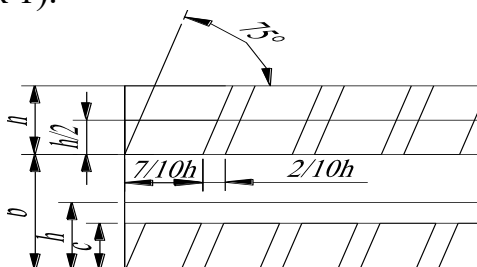

Рисунок 1 - Упрощенная сетка
2. Проводим все вспомогательные горизонтальные прямые линии, определяющие границы строчек шрифтов. Откладываем высоту шрифта (смотри рисунок 1).
3. На основаниях полученных строк откладываем отрезки, равные ширине букв, соответствующего шрифта, плюс отрезки равные расстоянию между буквами (смотри рисунок 1).
4. Проводим наклонные линии для сетки под углом 75° через концы полученных отрезков (смотри рисунок 1).
5. Для строчных букв проводим горизонтальную линию на высоте c (смотри рисунок 1).